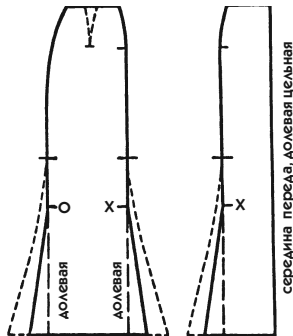

Рис. 242
3. Разрежьте лекало по пунктирной линии и переведите его на другой лист бумаги. К каждой части прибавьте половину фалды, соответствующую в нашем примере 4 см, и проведите наклонные линии к точкам O и X (на рис. 242 это сплошные линии).
Каждая половина фалды чертится прямой линией от засечки, обозначающей ее начало. Это ведет к образованию более или менее выраженного излома в зависимости от прибавленной ширины. Можно начертить эту фалду более плавной линией, как показано мелким пунктиром для более широкой фалды на рис. 242.